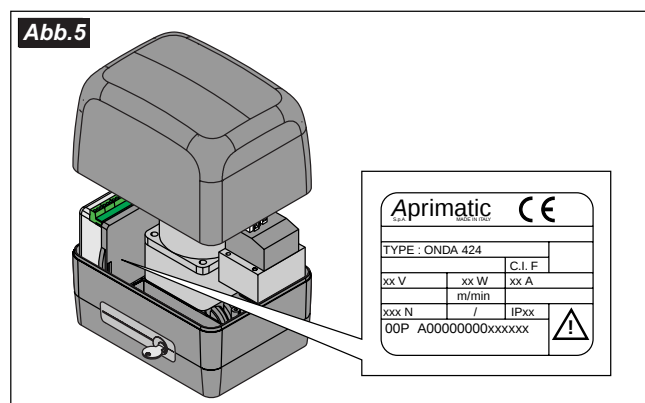

Abb.3
3.3 ABMESSUNGEN (Abb.3)
Bei der Besichtigung hat der Installateur zu überprüfen, ob der erforderliche Raum für die in Abb.3 beschriebenen Abmessungen vorhanden ist.